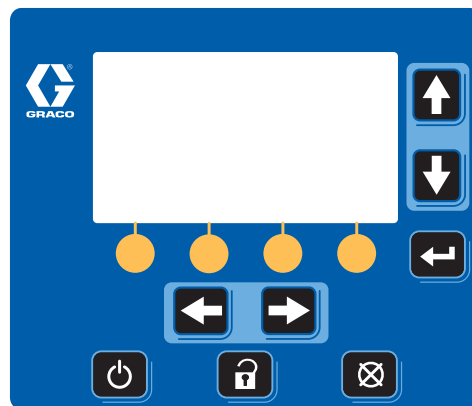

ABB. 8: Anzeigemodul
- Anzeigemodul (G). Nur an Ram A befestigt. Stellt Statusbildschirme für Betriebsmodus, Einstellbildschirme und Reglertasten bereit. Siehe **ABB. 8** auf Seite 14.